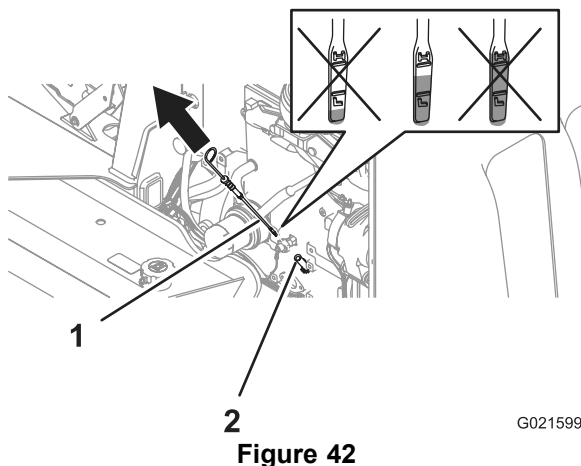

Figure 42
4. Retirez la jauge et essuyez-la sur un chiffon propre (Figure 42).
5. Insérez la jauge d'huile dans le tube de remplissage, ressortez-la et notez le niveau d'huile indiqué (Figure 42).